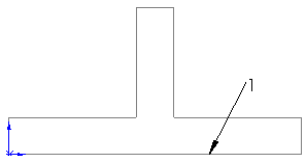
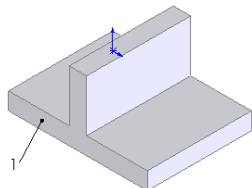
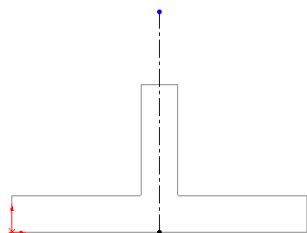

图 4-66 拉伸的图形
图 4-67 设置的基准面
图 4-68 绘制的中心线
**10** 设置视图方向。单击“标准视图”工具栏中的“等轴测”图标，将视图以等轴测方向显示，结果如图 4-66 所示。
**11** 设置基准面。选择图 4-66 所示的面 1，然后单击“标准视图”工具栏中的“正视图”图标，将该面作为绘制图形的基准面，结果如图 4-67 所示。
**12** 绘制中心线。在菜单栏中选择“工具”→“草图绘制实体”→“中心线”命令，以图 4-66 中的边线 1 的中点为起点绘制一条竖直向上的中心线，结果如图 4-68 所示。